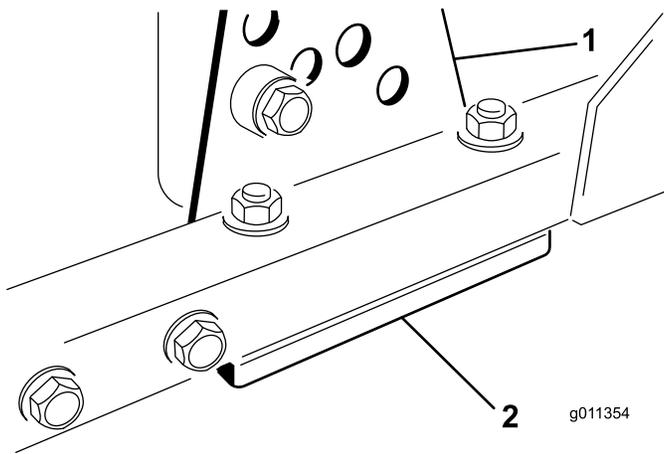

Bild 123
1. Entfernen Sie die Schnitthöhenhalterung (vorne, links oder rechts) vom Mähwerkrahmen (Bild 123).
2. Führen Sie 1,5-mm- und/oder 0,7-mm-Beilagscheiben zwischen dem Mähwerkrahmen und der Halterung ein, um die gewünschte Schnitthöhe zu erhalten (Bild 123).